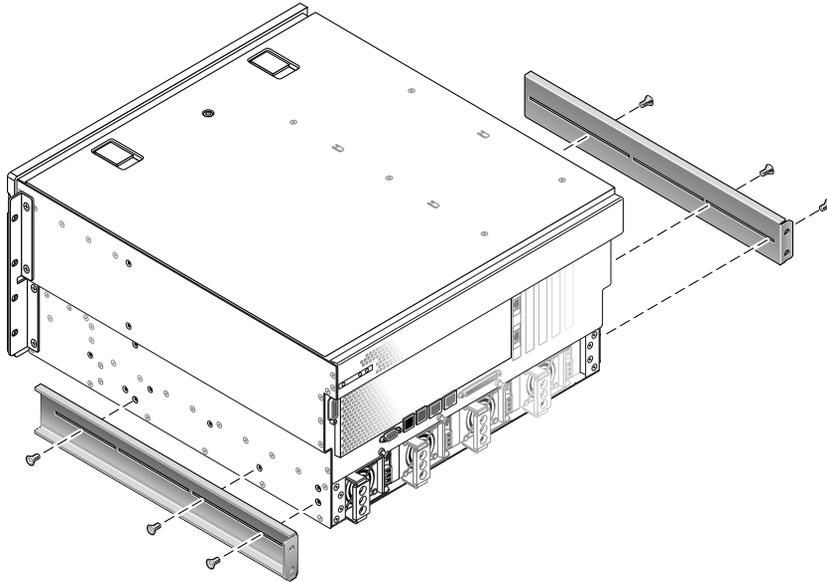

FIGURE 3-3 Fixation des supports de montage arrière
5. **Installez les supports arrière à l'arrière du serveur (deux ou trois vis pour chacun d'entre eux), en veillant à les allonger selon la profondeur du rack (voir FIGURE 3-3).**